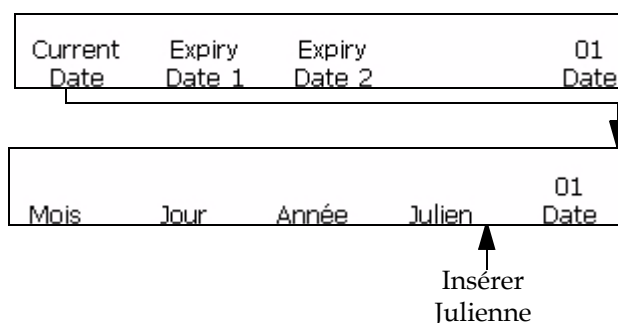

Figure 5-42: Fenêtre <01 Date>
- 1 Commencer dans la Fenêtre <01 En cours> (01 Editer > 02 Editer - Insertions > 01 Insertion - Date > 01 Date - Dates en cours > 01 En cours). Voir Figure 5-42.